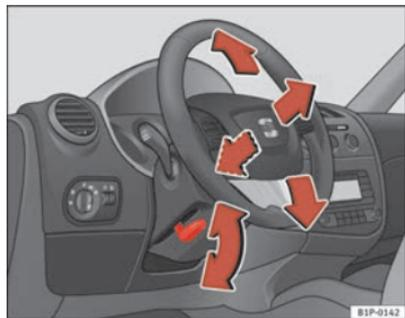

Fig. 115 Regolazione della posizione del volante
- Abbassare la leva ⇒ fig. 115 che si trova sotto il piantone dello sterzo ⇒ ⚠.